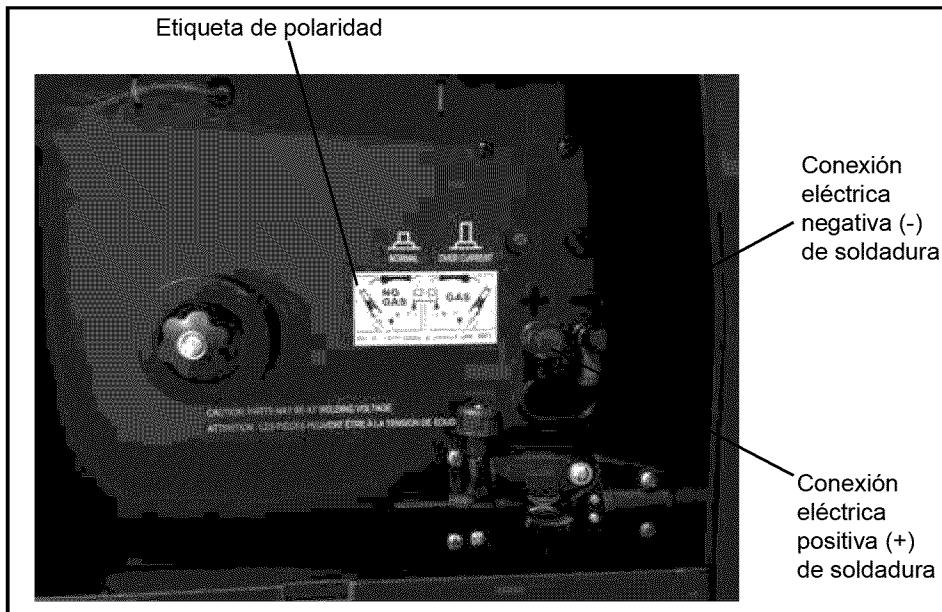

Fig. 7
2. Retire las perillas de retención de la conexión eléctrica positiva (+) de soldadura y de la conexión eléctrica negativa (-) de soldadura (Fig. 7).
3. Localice la etiqueta de polaridad dentro del compartimiento del alambre (Fig. 7).